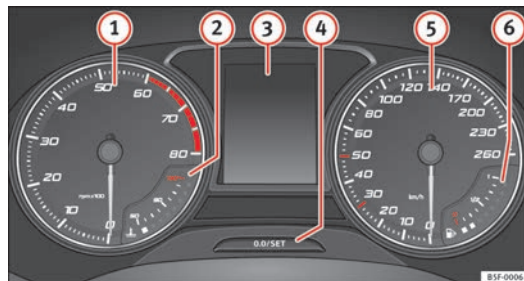

Fig. 38 Tableau de bord, dans la planche de bord.
Explications concernant les cadrams ⇒ fig. 38 :
Lors de la mise du contact d'allumage, l'écran du tableau de bord ⇒ fig. 38 ③ affiche diverses informations en fonction de l'équipement du véhicule :
- Appuyez brièvement sur le bouton ➔ fig. 38  pour remettre le compteur kilométrique journalier à 0.
L'indication des périodicités d'entretien s'affiche sur l'écran du tableau de bord ⇒ fig. 38 ④.